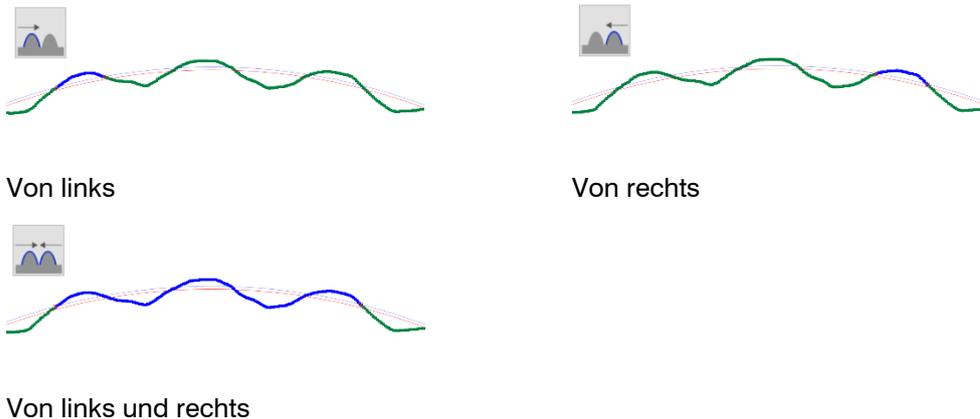

Abb. 4.45: Algorithmen für die Suchrichtung
- Definieren Sie die Suchrichtung für die Detektion der Erhöhung (siehe Abb. 4.45):